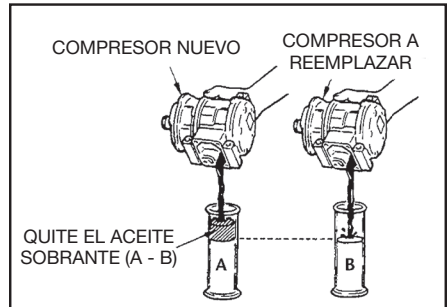

figura 1
**NOTA:** El compresor contiene una carga de lubricante refrigerante, pero usted debe comparar el nivel del lubricante del compresor entre el compresor nuevo y el que está reemplazándose (Ver figura 1).